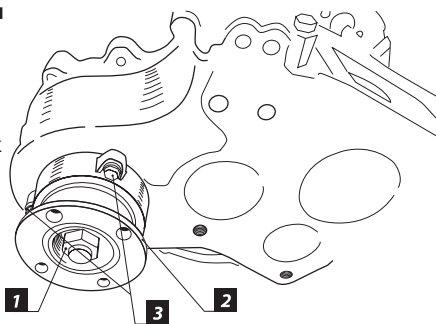

Рис. 2
4. Раскерните и открутите гайку крепления фланца переднего моста [1] (Рис. 2), снимите фланец привода переднего моста [2] и, открутив 3 болта М8 [3], снимите крышку вала привода переднего моста.